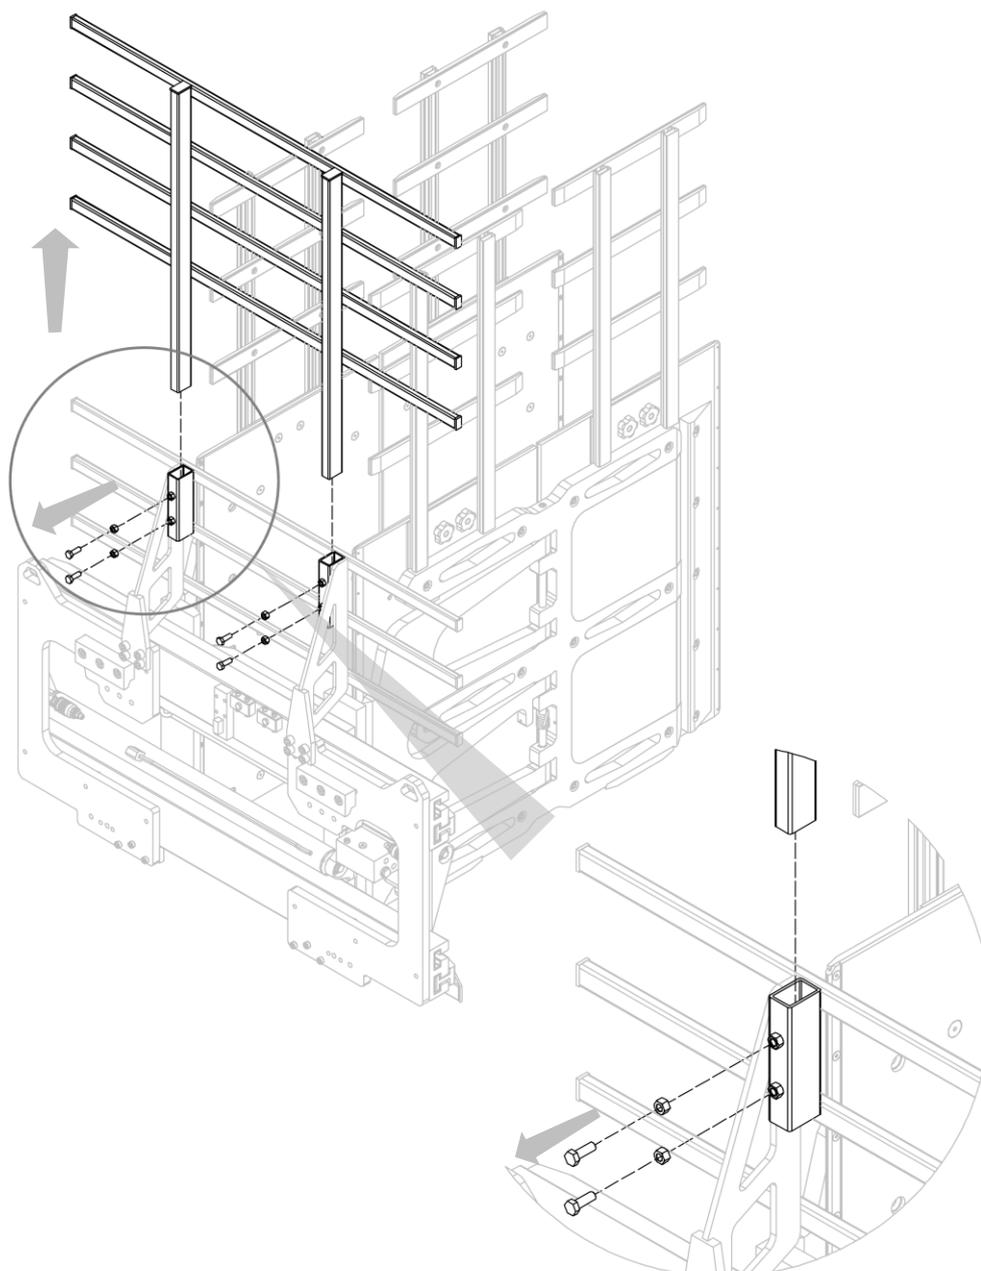

Abbildung 60
3. Entfernen Sie die Schrauben und Gegenmuttern, mit denen der Lastschutzrahmen im oberebn Teil festgeschraubt ist, und nehmen Sie den Teil ab (siehe *Abbildung 60*).